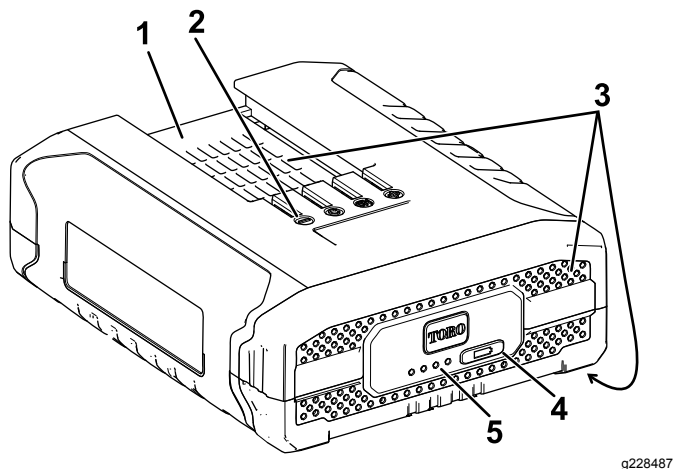

Figure 2
3. Alignez le creux de la batterie (Figure 2) sur la languette du chargeur.